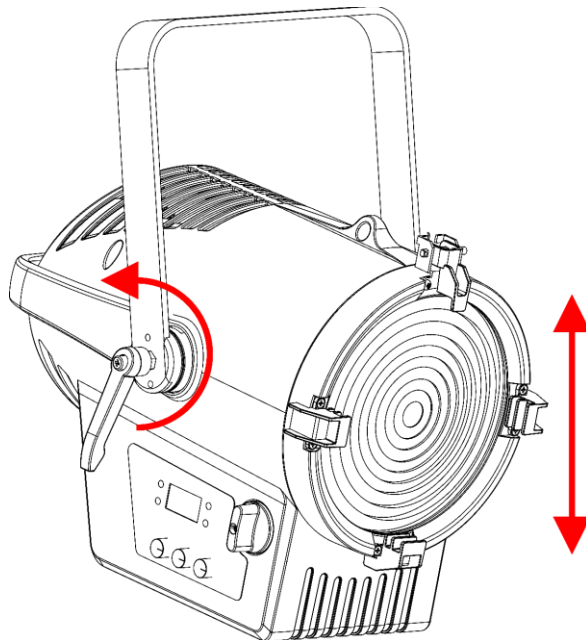

Fig. 08
- 01) Ruotare le **viti di regolazione (03)** in senso antiorario per sbloccarle.
- 02) Inclinare il dispositivo fino all'angolazione desiderata (cfr. Fig. 08).
- 03) Ruotare le **viti di regolazione (03)** in senso orario per bloccarle. Accertarsi che il dispositivo non possa muoversi liberamente dopo che le **viti di regolazione (03)** sono state serrate.